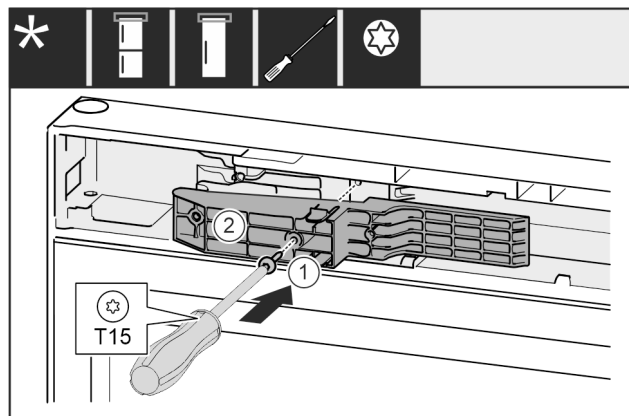

Fig. 68 *
- ▶ Adapterstück Fig. 68 (1) auf der Griffseite in die Aussparung einsetzen.*
- ▶ Schraube Fig. 68 (2) mit Schraubendreher festschrauben.*